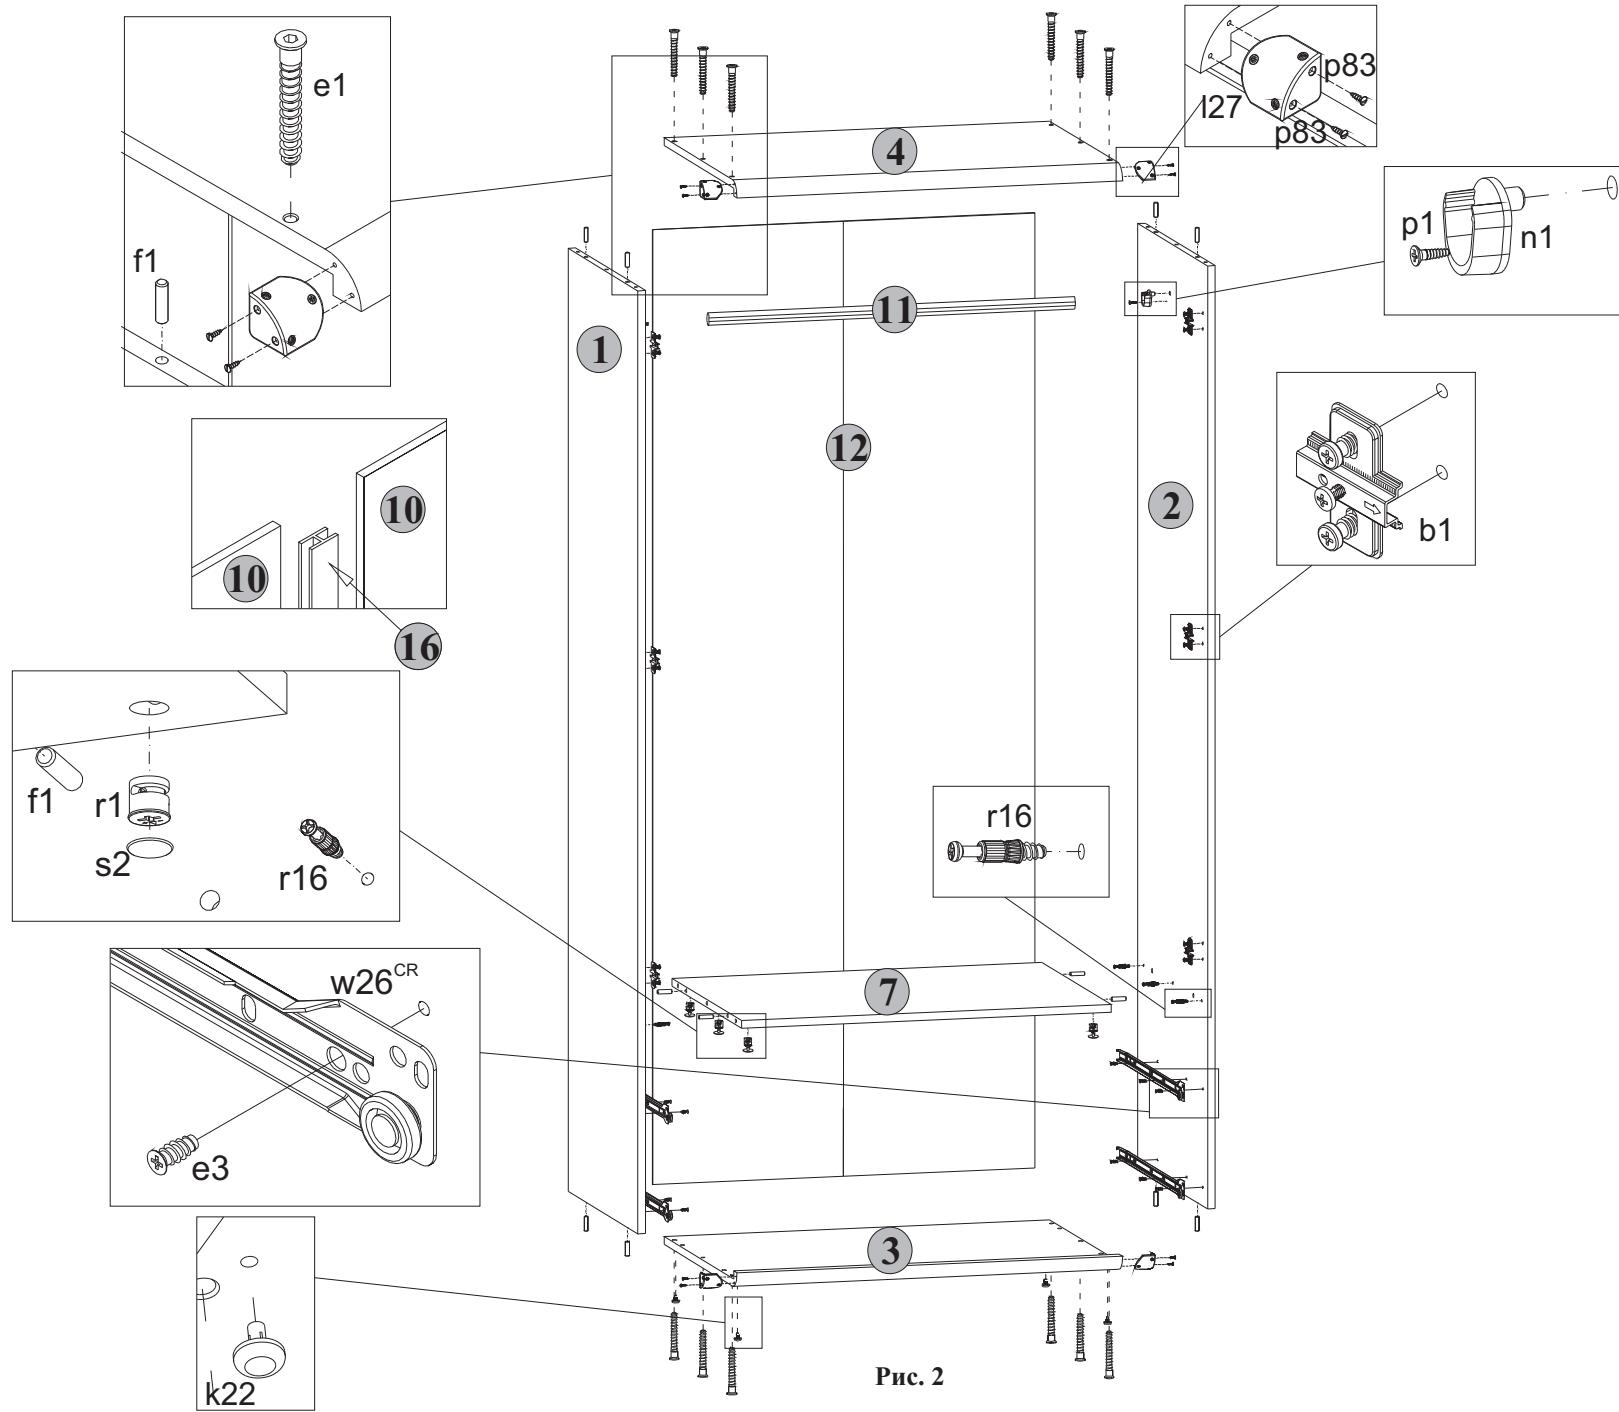

Рис. 2
5.27 Навесить двери на корпус шкафа, совместив петли шарнирные a2 с направляющими петель b1 (см.рис.3). При необходимости отрегулировать положение дверей вращая регулировочные винты (см.рис. 2).
5.31 Для изделия Шкаф JSZF 2d2s установить штангу 11 на штангодержатели n1 (см.рис. 2).
5.2 В отверстия диаметром 8 мм на верхних и нижних кромках стенок боковых 1 и 2, а также на боковых кромках полки соединительной 7 вбить деревянные шканты f1 (см.рис. 2).
5.5 В отверстия диаметром 5 мм над направляющими роликовыми w26^{CL} и w26^{CR} на внутренних поверхностях стенок боковых 1 и 2 вкрутить винты стяжки r16, пользуясь крестообразной отверткой (см.рис. 2).
5.6 Для изделия Шкаф JSZF 2d2s в отверстия диаметром 8 мм на внутренних поверхностях стенок боковых 1 и 2 вставить штангодержатели n1 и закрепить шурупами p1, пользуясь крестообразной отверткой (см.рис. 2).
Для изделия Шкаф JSZF 2d2s с полками в отверстия диаметром 5 мм на внутренних поверхностях стенок боковых 1 и 2 вставить полкодержатели d1 (см.рис. 2).
5.7 На нижней поверхности полки соединительной 5 в отверстия диаметром 15 мм вставить стяжки эксцентриковые r1 (см.рис. 2).
5.8 В отверстия диаметром 4,5 мм на нижней поверхности щита нижнего 3 вставить опоры полимерные k22 (под пятники) (см.рис. 2).
5.10 К стенкам боковым 1 и 2 присоединить щиты нижний 3 и верхний 4 и стянуть еврошурупами e1, пользуясь специальным ключом z1 из комплекта фурнитуры (см.рис. 2).